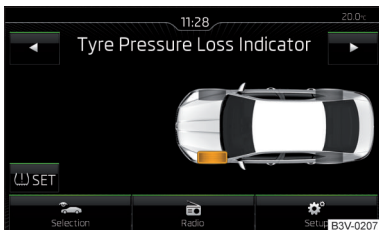

Fig. 269
- Pulsar la superficie funcional (SET) » **fig. 269**.
En caso de las luces de control iluminadas (W) en el cuadro de instrumentos pueden mostrarse en el Infotainment los neumáticos afectados » **fig. 269**.